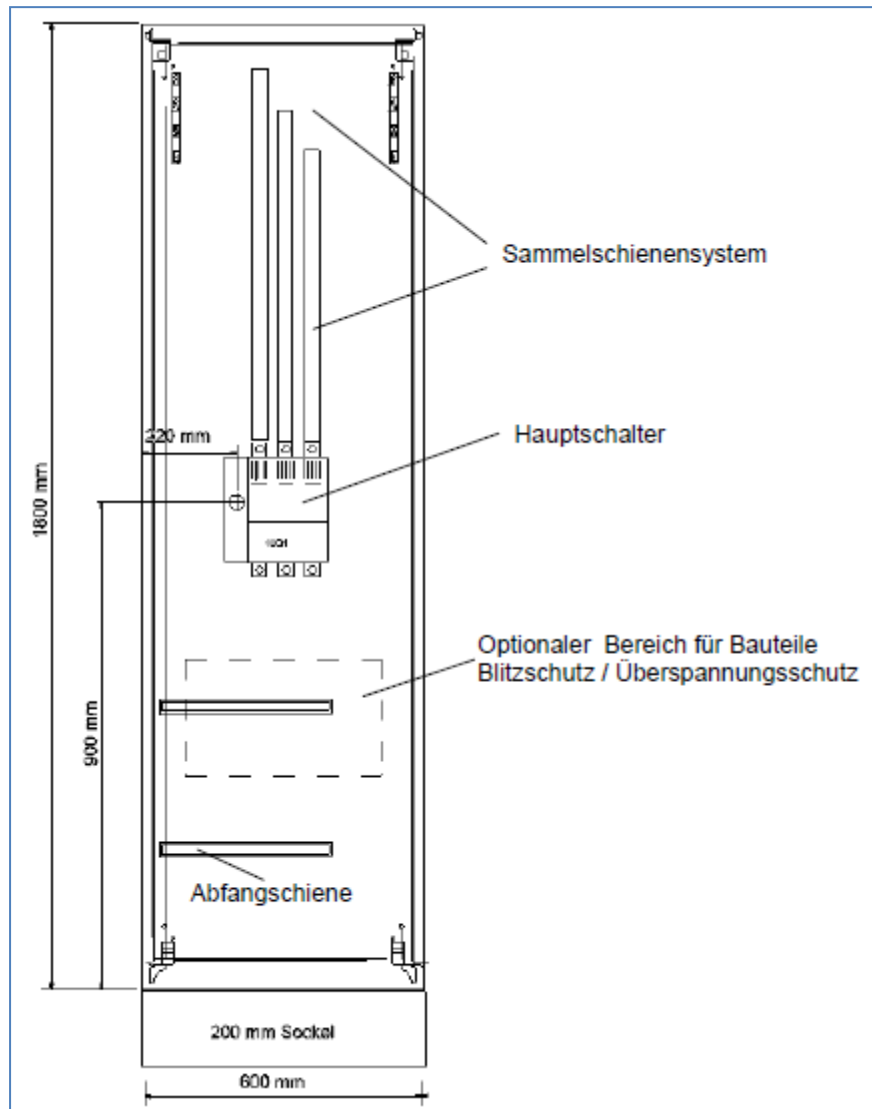

Abbildung 1 Beispiel Einspeisefeld
- Für die Einspeisung der Zuleitung / bzw. das Einspeisen von Kabeln in den Schaltschrank ist je nach Ausführung und Größe der Leitungen der Platzbedarf an die Gegebenheiten anzupassen. Ein einfacher und schneller Anschluss muss gewährleistet sein. Siehe hierzu Abbildung 1 Beispiel Einspeisefeld